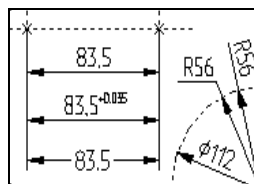

Рис. 40
**Размер** - стандартный элемент оформления чертежей. Состоит из совокупности линий и текстовой информации. Размер создается на основе линий построения и узлов. Система T-FLEX CAD поддерживает простановку размеров нескольких стандартов: ЕСКД, ANSI, архитектурный ANSI. Размеры автоматически изменяются при параметрическом изменении чертежа (рис. 40).